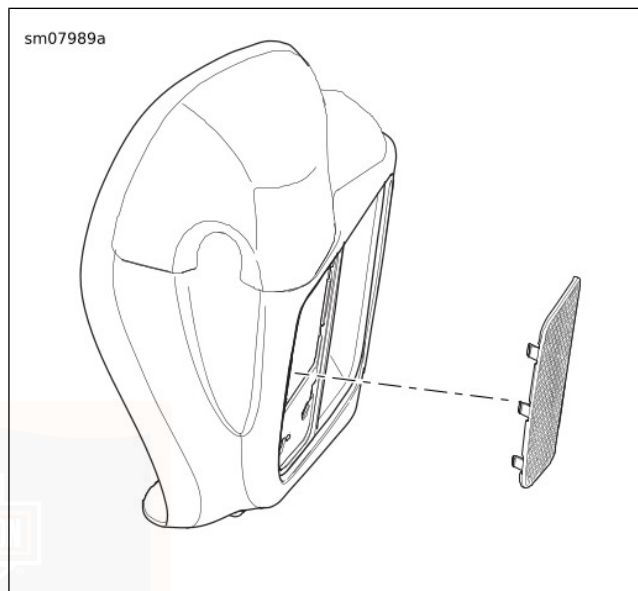

Figura 63. Painel da grelha da carenagem inferior
1. Ver Figura 63. Retirar a grelha exterior da carenagem inferior.